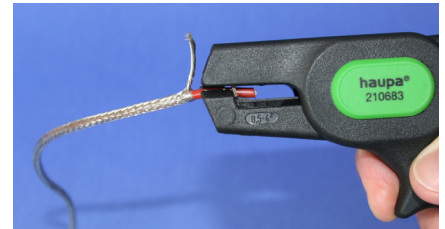

Abb. 4
7. Nun müssen Sie die rote Isolierung vom Kabel vorsichtig auf einer Länge von 6mm abisolieren. Verwenden Sie dazu eine Abisolierzange, damit der Heizdraht in der Mitte nicht beschädigt wird. (Abb. 4)